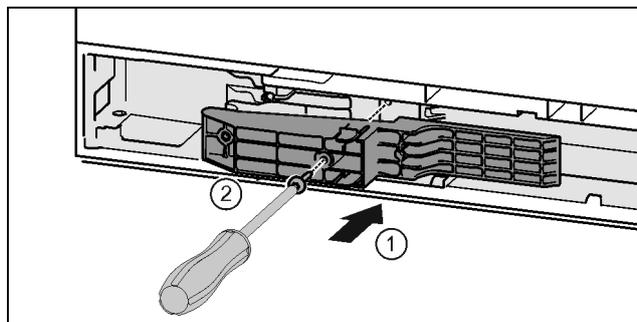

Fig. 43 *
- ▶ Inserte la pieza adaptadora por el lado del tirador en la escotadura. Fig. 43 (1)*
- ▶ Apriete el tornillo con el destornillador T15. Fig. 43 (2)*